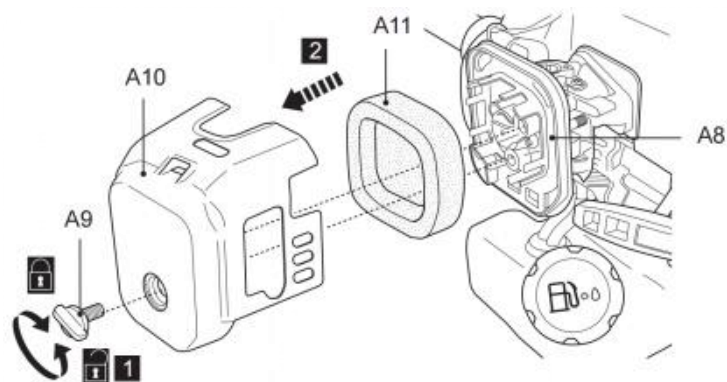

Fig. 77
1. Überprüfen Sie den Luftfilter regelmäßig. Ersetzen Sie ihn gegebenenfalls durch einen neuen (Abb. 77).